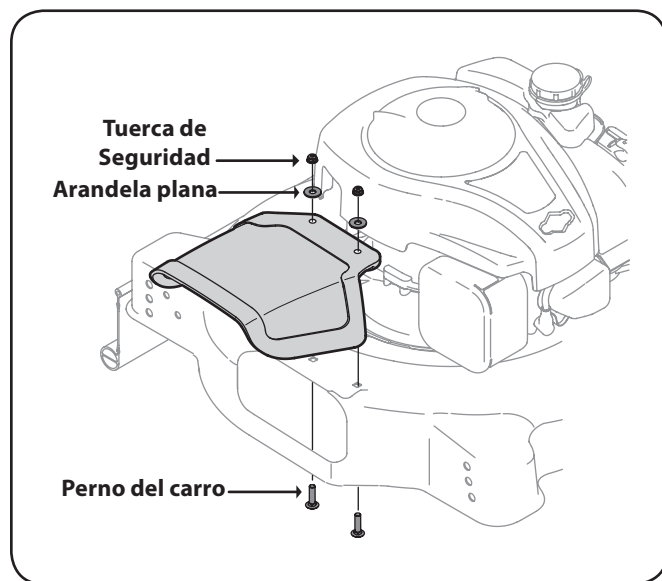

Figura 3-1
2. Inserte los pernos del carro hacia arriba a través del lado inferior de la plataforma y a través del canal deflector. Vea Figura 3-1.